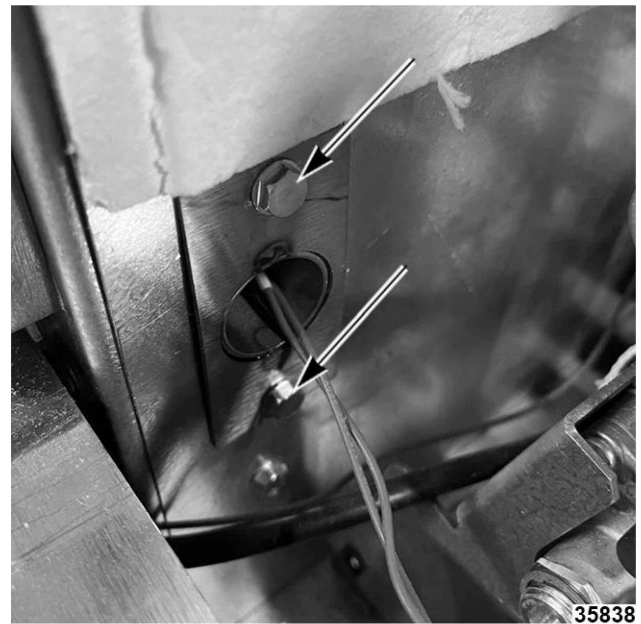

Fig. 28
7. Remove door switch wire conduit (Fig. 28).